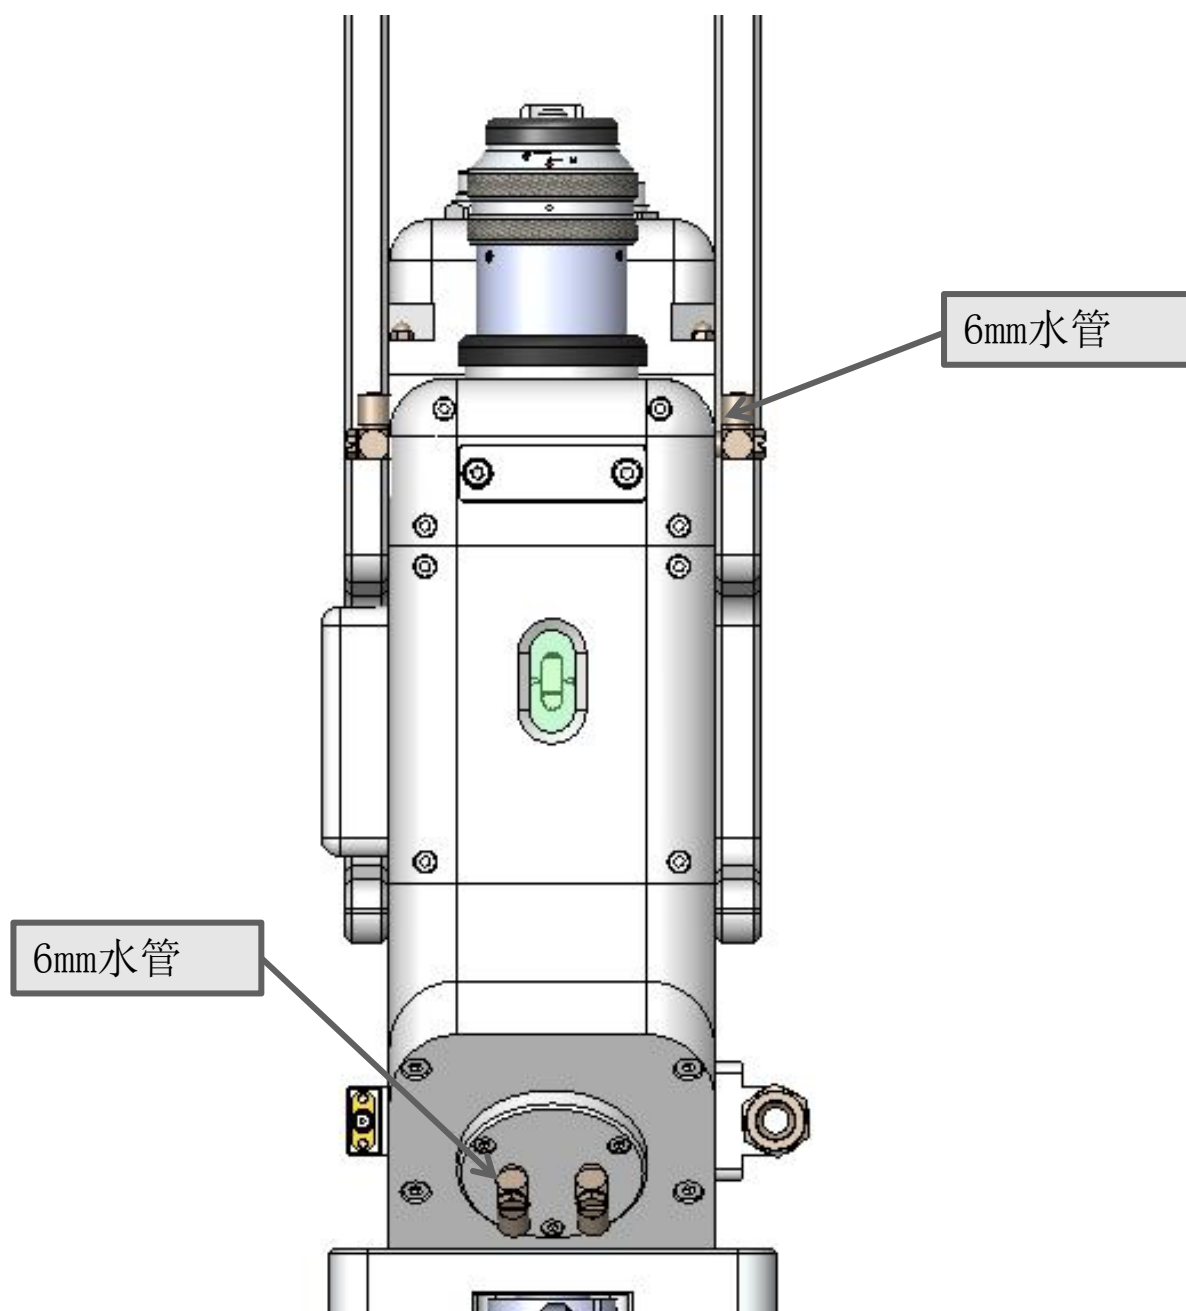

图1.4
① 用于QBH及反射镜冷却，1进1出冷却管路，如下图1.4所示。